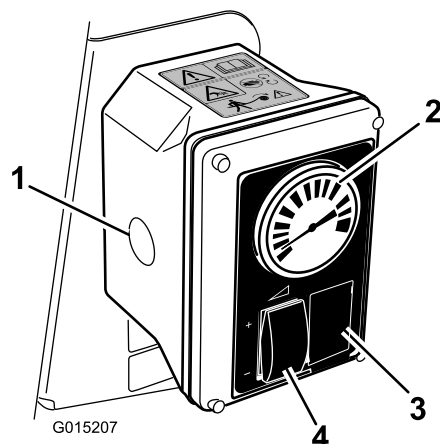

図 13
6. 水圧計が希望値を示すように水圧をレート制御スイッチでとスロットルで調整する 図 13。